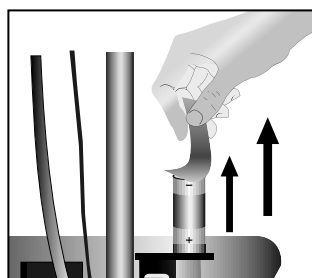

Figura 38
- Retire la batería descargada (puede emplearse cualquier material adhesivo para halarlo (Ver figura 38).